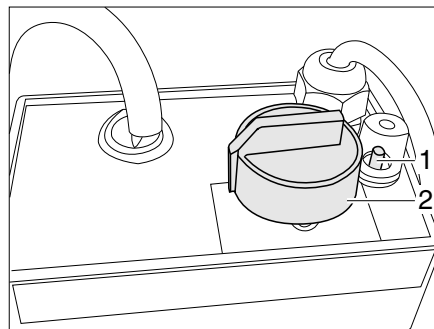

Fig. 114 Régulateur du chauffage électrique du plancher
- Tourner le bouton tournant (Fig. 114,2) sur la température souhaitée.
- Tourner le bouton tournant (Fig. 114,2) sur la position "0".
Quand le régulateur est surchargé, la protection contre les surcharges se déclenche. La goupille (Fig. 114,1) sort de son logement.
- Enfoncer la goupille (Fig. 114,1) de la protection contre les surcharges, une fois que le régulateur est refroidi.